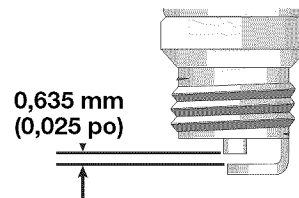

Fig. 31
3. Remplacez toute bougie fendillée, encrassée ou sale. Réglez l'écartement à **0,635 mm (0,025 po)** à l'aide d'une jauge d'épaisseur (Fig. 31).